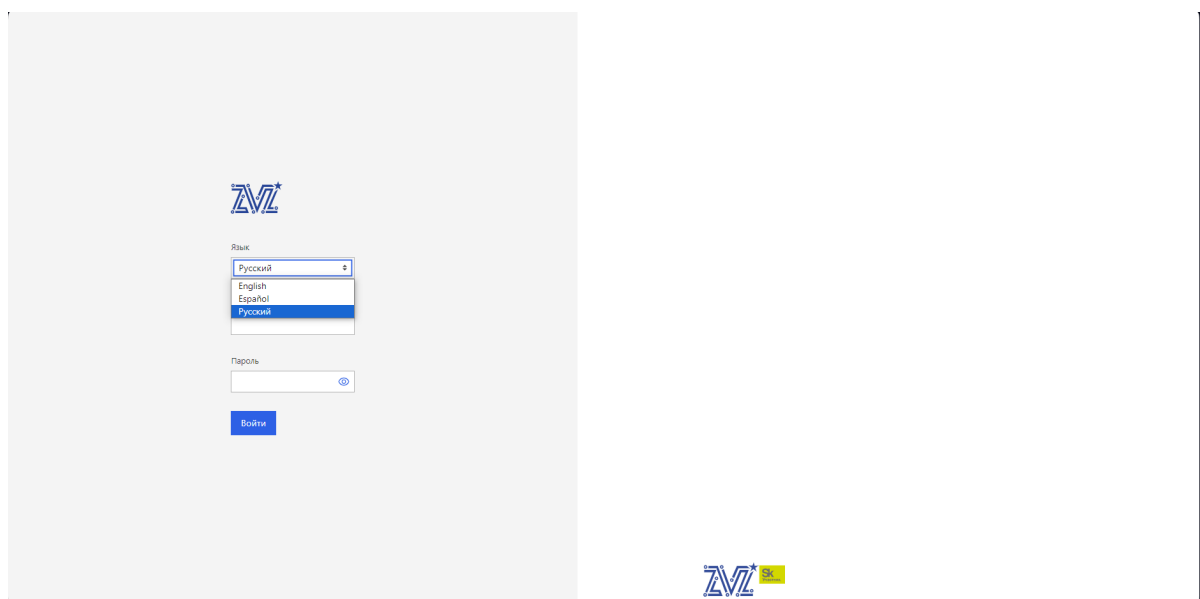

Рис. 75. Окно «Журнал событий»
- 1) Подключитесь в ВМС-консоль оборудования (Журнал событий Altair Z). Во вкладке «Язык» выберите «Русский». Окно показано на рис. 75 Окно «Журнал событий»